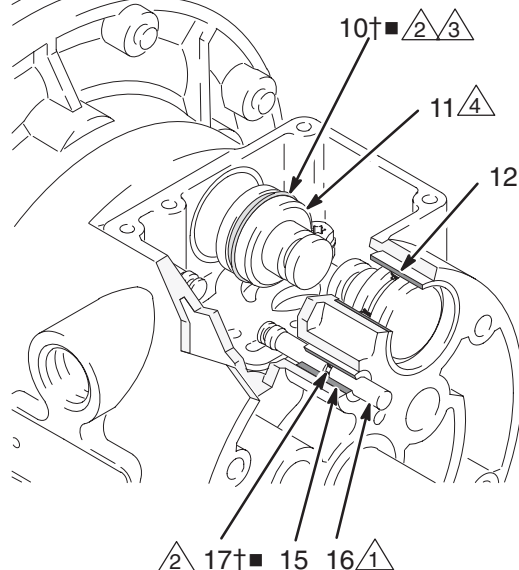

Fig. 10
4. Træk de to skiftestempler (11) ud af lejerne (12). Fjern U-skålspakningerne (10) fra stemplerne. Træk de to styrestifter (16) ud af lejerne (15). Fjern O-ringene (17) fra stødstifterne. Se Fig. 10.
6. Efterse lejerne (12, 15), mens de er monteret. Se Fig. 10. Lejerne er koniske, og hvis de er beskadiget, skal de fjernes fra ydersiden. Dette indebærer, at væskesektionen skal skilles ad. Se side 22.
4. Sæt en O-ring (17†■) på hver styrestift (16). Smør fedt på stifterne og O-ringene. Sæt stifterne ind i lejerne (15) med den **snævre** ende først. Se Fig. 10.
5. Sæt en U-skålspakning (10†■) på hvert af skiftestemplerne (11), således at læberne på pakningerne vender mod den **snævre** ende af stemplerne. Se Fig. 10.
6. Smør U-skålspakningerne (10†■) og skiftestemplerne (11). Sæt skiftestemplerne ind i lejerne (12) med den **brede** ende først. Lad den snævre ende af stemplerne være blotlagte. Se Fig. 10.